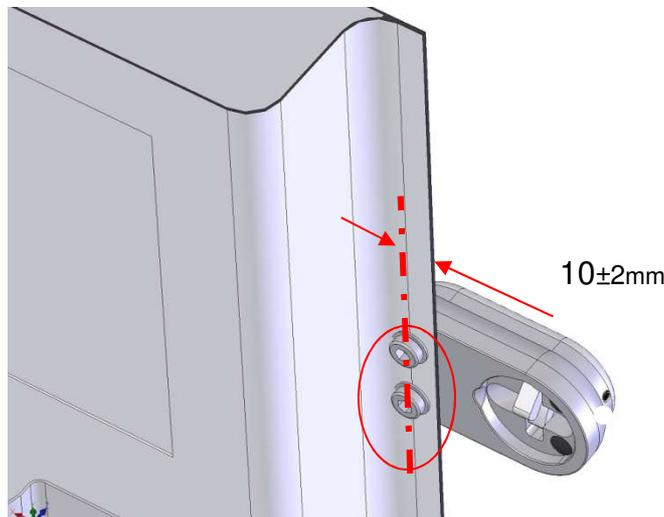

Fig.5
- La posizione dei primi due fori da 9 è a circa 10 ± 2 mm dal bordo verticale della portiera che apre (vedi fig.5). Si tratta di una superficie del portellone molto resistente. La tolleranza indicata serve a consentire il posizionamento della testa cilindrica del perno M8 entro il bordo e mai oltre esso.
Il fissaggio della corazza prevede normalmente i fori sul bordo estremo del portellone utilizzando i due perni M8 con testa a bottone. Prima di forare verificare che la testa del perno M8 sia contenuta nel bordo (vedi fig.5).